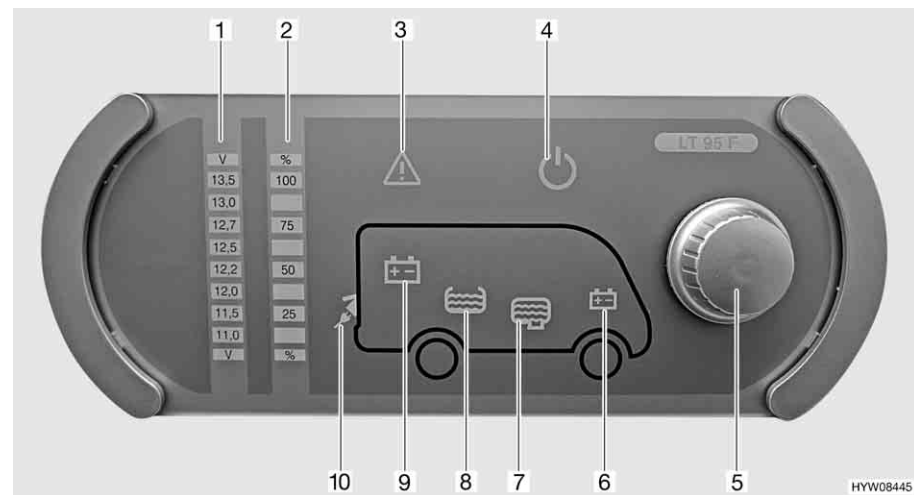

Fig. 88 Pannello di controllo (LT 95)
Il pulsante a rotazione (Fig. 88,5) inserisce o disinserisce il pannello di controllo e l'alimentazione a 12 V dell'abitacolo.
Accensione: ■ Premere il pulsante a rotazione (Fig. 88,5): L'alimentazione a 12 V dell'abitacolo è inserita. La spia di controllo a 12 V (Fig. 88,4) diventa verde.
Spegnimento: ■ Premere il pulsante a rotazione (Fig. 88,5): L'alimentazione a 12 V dell'abitacolo è disinserita. La spia di controllo a 12 V (Fig. 88,4) si spegne.
Mediante il pulsante a rotazione (Fig. 88,5) si possono interrogare sia la tensione della batteria dell'abitacolo che la tensione della batteria di avviamento. La tensione viene visualizzata sulla scala indicatore per la tensione della batteria (Fig. 88,1).
Indicazione: ■ Ruotare il pulsante a rotazione (Fig. 88,5), finché si accende il simbolo della batteria della quale deve essere interrogata la tensione.
Viene indicata la tensione della batteria dell'abitacolo (Fig. 88,9)
Viene indicata la tensione della batteria di avviamento (Fig. 88,6)
- Leggere la tensione sulla scala indicatore della tensione della batteria (Fig. 88,1).
Mediante il pulsante a rotazione (Fig. 88,5) si possono interrogare sia il livello del serbatoio dell'acqua che il livello del serbatoio delle acque grigie. Il livello viene visualizzato sulla scala indicatore livello dei serbatoi (Fig. 88,2).
- Ruotare il pulsante a rotazione (Fig. 88,5), finché si accende il simbolo del serbatoio del quale deve essere interrogato il livello.
Viene indicato il livello del serbatoio dell'acqua (Fig. 88,8)
Viene indicato il livello del serbatoio delle acque grigie (Fig. 88,7)
- Leggere il livello sulla scala indicatore del livello serbatoio (Fig. 88,2).
La spia luminosa Alarm (Fig. 88,3) lampeggia non appena i valori limite fissati vengono superati per eccesso o per difetto.
La spia luminosa Alarm (Fig. 88,3) lampeggia non appena la tensione della batteria scende al di sotto di 11 V. Se l'alimentazione a 12 V è accesa, si accende anche il relativo simbolo della batteria (Fig. 88,6 o 9), e l'indicatore "11,0" sulla scala indicatore della tensione della batteria (Fig. 88,1) lampeggia. Rischio di uno scaricamento totale della batteria.
La spia luminosa Alarm (Fig. 88,3) lampeggia ed il relativo simbolo del serbatoio (Fig. 88,7 o 8) si accende non appena il serbatoio dell'acqua è vuoto o il serbatoio delle acque grigie è pieno.
La spia di controllo a 230 V (Fig. 88,10) si accende quando all'ingresso della centralina elettrica è presente una tensione di rete.